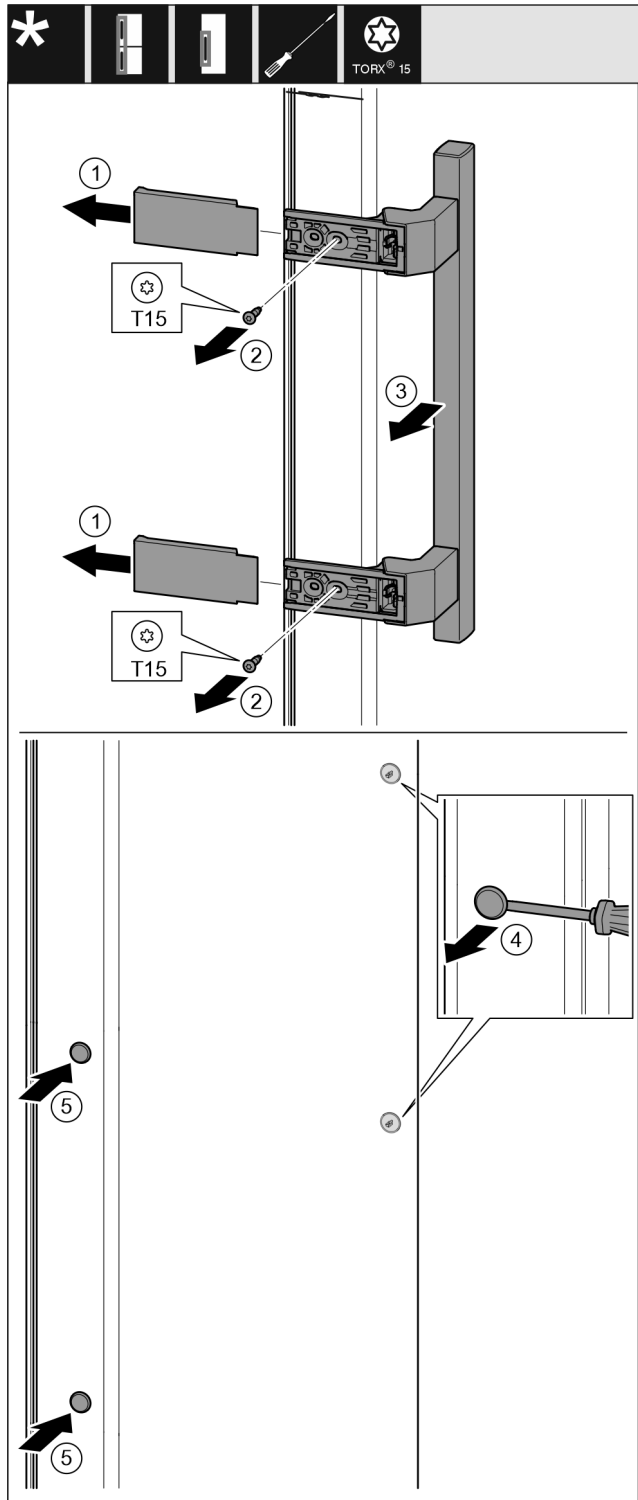

Fig. 18
- ▶ Vedä suojus irti. Fig. 18 (1)
- ▶ Kierrä ruuvit ulos Torx 15 -ruuvimeisselillä. Fig. 18 (2)
- ▶ Ota kahva pois. Fig. 18 (3)
- ▶ Nosta sivulla olevia tulppia varovaisesti uraruuvimeisselillä ja vedä irti. Fig. 18 (4)
- ▶ Aseta tulpat uudelleen toiselle puolelle. Fig. 18 (5)